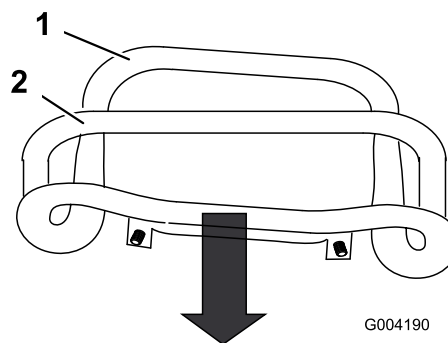

Bild 49
3. Ziehen Sie den Fahrtrieb gerade nach hinten, sodass die Vorderseite des Fahrtriebs den Anschlagbügel berührt (Bild 49).